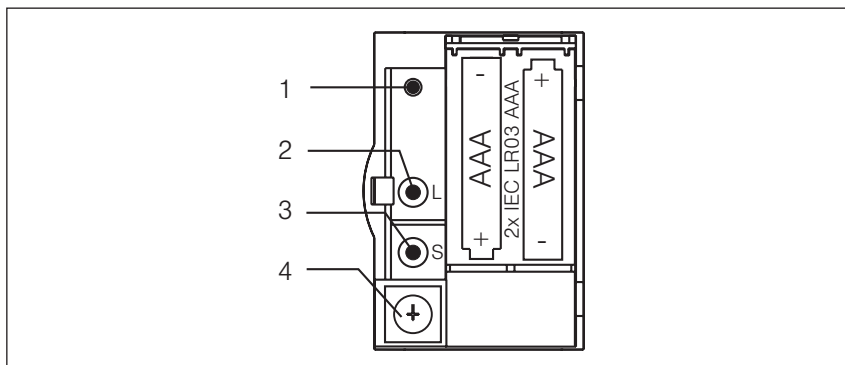

Abb. 15 1- und 8-Kanal Handsender mit geöffnetem Batteriefach
- 1 **Sende-LED**, leuchtet, wenn ein Fahrbefehl gesendet wird. Wenn die Batterien verbraucht sind blinkt diese LED beim Senden eines Fahrbefehls. Bei völlig entladenen Batterien leuchtet die LED nicht. Wurde die Modustaste (Abb. 15) gedrückt, blinkt diese LED.